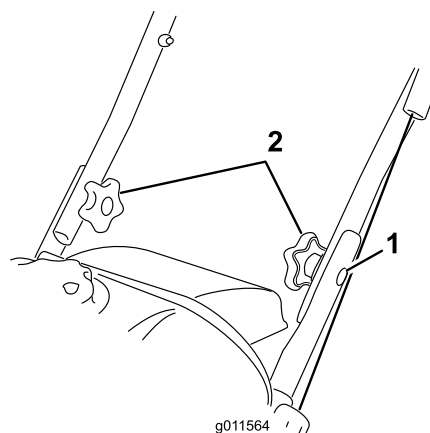

Figure 3
- Insérez les boulons à tête ovale dans les trous alignés, les têtes des boulons se trouvant à l'extérieur du guidon (Figure 3).
1. Boulon à tête ovale (2)
3. Placez les rondelles bombées et les boutons sur les boulons à tête ovale à l'intérieur du guidon (Figure 3) puis **serrez solidement les boutons**.